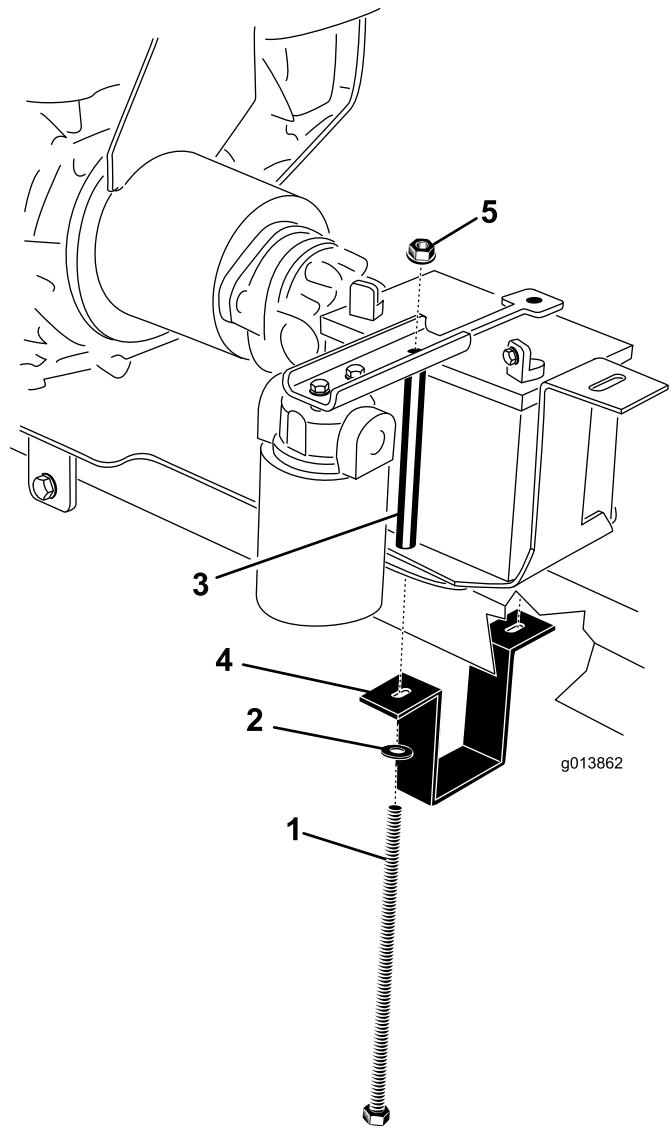

Bild 8
1. Batterieschraube (2)
2. Scheibe (2))
5. Bundmutter (2)
21. Verstellen Sie die Motorbefestigungshalterung so, dass sie eng an der Anbauvorrichtung anliegt. Ziehen Sie die zwei Schrauben ganz fest, mit denen die Motorbefestigungshalterungen an der Motorbefestigungsplatte befestigt sind (Bild 8).
23. Stellen Sie die Batterie auf das Batteriefach; die Pole sollten an der in Bild 8 dargestellten Stelle sein.
24. Setzen Sie die Batteriebefestigung auf die Batterie (Bild 8).
25. Halten Sie die Batteriebefestigungsriemen um die Unterseite des Anbauvorrichtungrohrs (Bild 8).
26. Stecken Sie an der rechten Seite eine Batterieschraube durch die Scheibe, das Batteriebefestigungsband, die Motorbefestigungsplatte und das Batteriefach und halten sie fest. Setzen Sie eine Bundmutter lose auf (Bild 8).
27. Stecken Sie an der linken Seite eine Batterieschraube durch die Scheibe, das Batteriebefestigungsband, die Motorbefestigungsplatte, das Batteriefach und das Batterieschraubenrohr und halten sie fest. Setzen Sie eine Bundmutter lose auf (Bild 8).